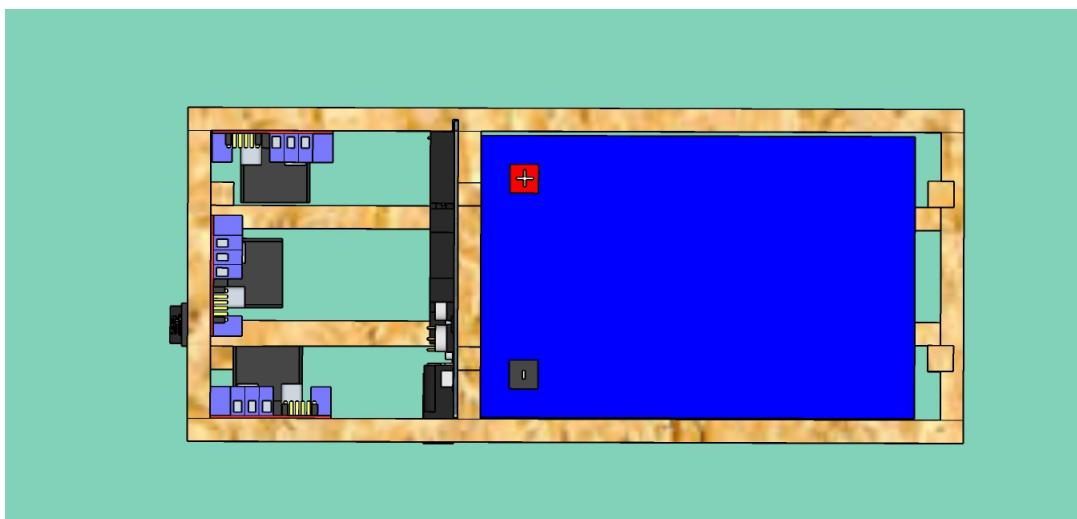

Figure 10: Châssis interne avec les composants.
4. Fixez les composants électroniques avec des vis 3mm et colliers de serrage (Figures 10 et 11).